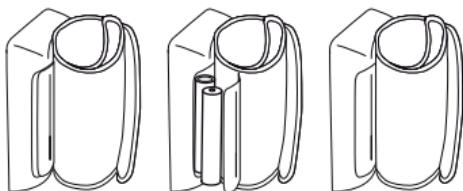

Fig. 1
- Ouvrez le couvercle du compartiment à piles situé sous l'appareil (voir la fig. 1). Insérez les piles (cf. Chapitre 12 « Caractéristiques techniques »). Veillez à faire correspondre les polarités « + » et « - ». Refermez le couvercle du compartiment à piles. **12 h** ou **24 h** clignote sur l'écran. Réglez désormais tel que décrit ci-dessous la date et l'heure.